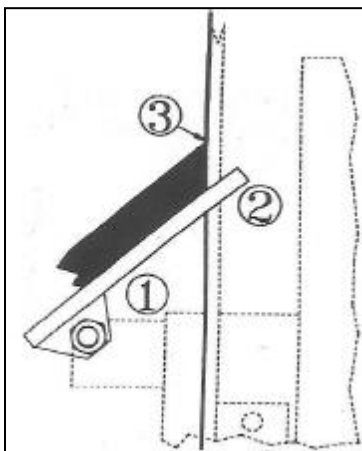

Figure 5
- 1- Régler la table à l'angle désiré (Fig.5 (1));
Set the angle of the table (Fig.5 (1))
- 2- Approcher la table le plus près possible de la courroie (Fig.5 (2));
Draw the table near the belt (Fig.5 (2));
- 3- Affuter les outils à arêtes vives en plaçant la pointe vers le haut (Fig.5 (3));
Sharpen sharp-edged tools using the tip at the top (Fig.5 (3))